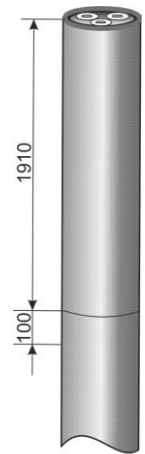

Рис.1
1. Распрямить конец кабеля на длине не менее 2000мм. На расстоянии 1910мм от конца кабеля выполнить кольцевой надрез по оболочке кабеля. Зачистить оболочку наждачной бумагой на длине не менее 100мм (Рис.1).